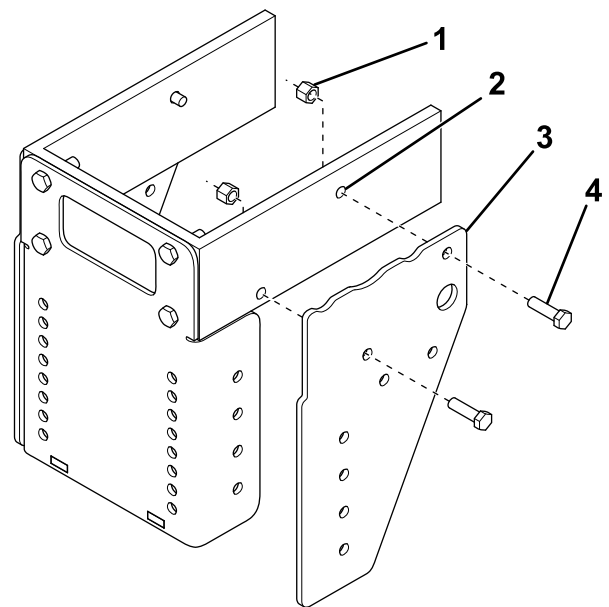

Bild 3
6. Befestigen Sie die Vorderseite der linken Seitenplatte locker am Rahmen mit einer Schraube (½" x 1¾") und einer Mutter (Bild 3).
7. Verwenden Sie die Seitenplatte als Schablone und markieren Sie Bohrlöcher der hinteren Seitenplatte am Rahmen (Bild 3).
9. Befestigen Sie die linke Seitenplatte mit zwei Schrauben (½" x 1¾") und Muttern (Bild 3).